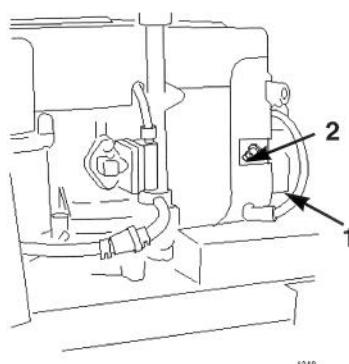

Bild 21
3. Den/die Zündkerzenstecker abziehen (Bild 21). Jetzt den Bereich um die Kerze reinigen, um Eindringen von Schmutz in den Motor und möglichen Motorschäden vorzubeugen.
3. Den Zündkerzenstecker aufschieben (Bild 21).